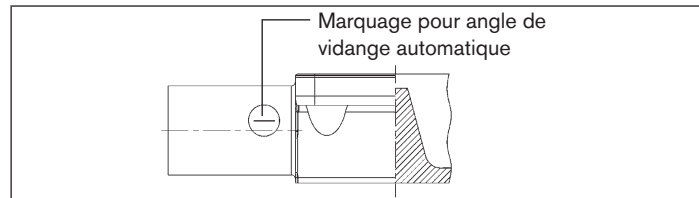

Fig. 3 : Marquage pour la position de montage correcte
- Respecter un angle d'inclinaison de  $1^\circ \dots 5^\circ$  par rapport à l'axe de la conduite. Les corps forgés et coulés présentent pour cela un marquage qui doit être dirigé vers le haut (position 12 heures, voir « Fig. 3 »).